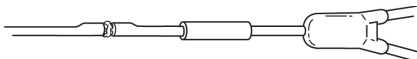

Fig. 6
6. Aplicar adhesivo en la unión (Fig. 6).